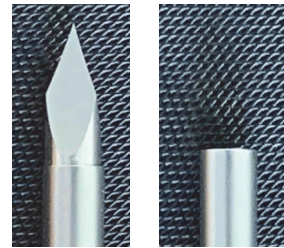
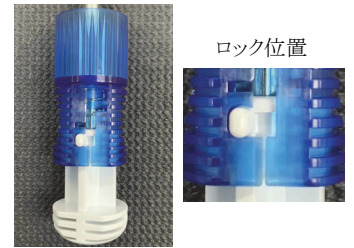

図1 針の突出、収納状態
図2 針収納時の内針ロック状態
- 2) 針がセーフティパイプに収納されていること(図1)、内針基をロックさせていることを確認する(図2)。